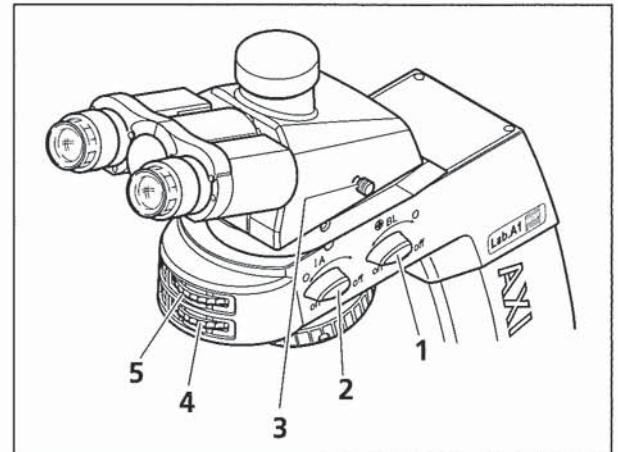

Bild 4-17 Axio Lab.A1 für Durchlicht Konoskopie
- Analysator mit Drehknopf **A** (Bild 4-17/2) in Strahlengang (Position **on**) bringen. Mit Stellrad (Bild 4-17/4) des Analysators kann die Schwingungsrichtung verändert werden.
- Bertrandlinse **BL** (Bild 4-17/1) einschalten (Position **on**). Daraufhin erscheint das Achsenbild im Sehfeld.
- Mit Stellrad (Bild 4-17/5) das Achsenbild fokussieren.